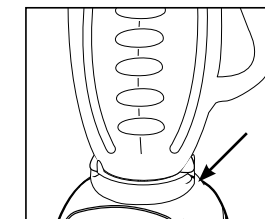

FIGURE 6
- Alignez les languettes du récipient avec celles de l'embase du mélangeur. Assurez-vous que la languette gauche du récipient est derrière celle de l'embase du mélangeur et que la languette droite du récipient est devant celle de l'embase du mélangeur. Assurez-vous que le récipient repose en position. (Figure 6)